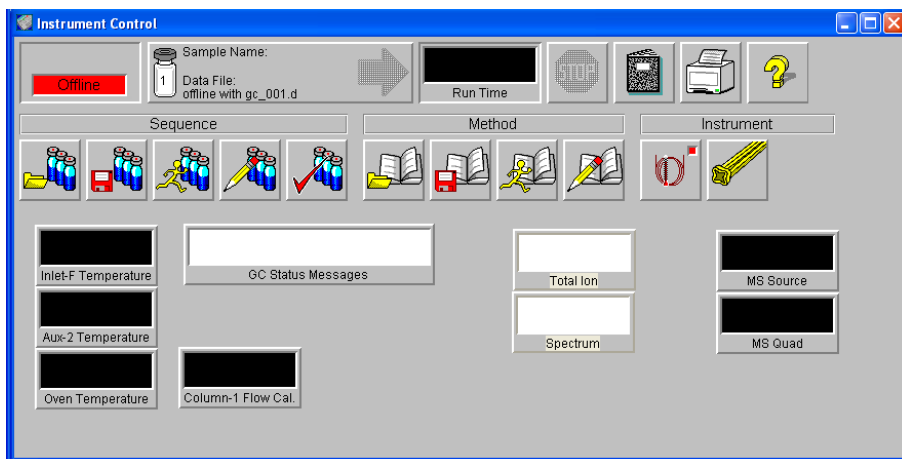

图 14 排列参数显示窗口
- 8 单击每个参数显示窗口并将其拖到所需的位置。请参见图 14，该图提供了一种排列参数显示窗口的方式。